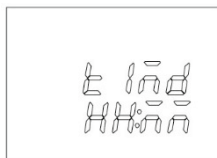

Рисунок 17
8.10.2. Нажать кнопку «РЕЖИМ», на дисплее отобразится выбранный параметр (в данном случае, режим автонастройки At). Вращая ручку энкодера по часовой стрелке выбрать параметр tIMd (Рисунок 17). Нажать на ручку энкодера, при этом замигает установленное значение. Вращая ручку энкодера установить необходимое значение (HH:MM или MM:SS) и снова нажать на ручку энкодера, затем снова нажать кнопку «РЕЖИМ». Контроллер вернётся в исходный режим.